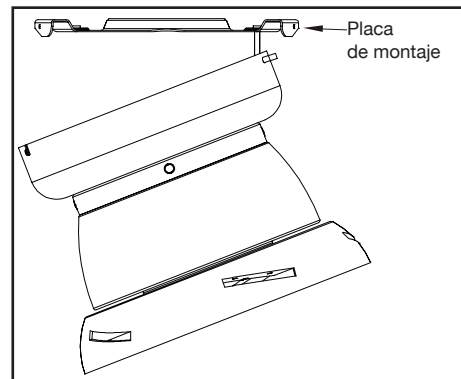

Figura 5
2. Con cuidado alza el conjunto motor-ventilador y engancha la ranura del soporte del motor en la parte superior del conjunto motor-ventilador con el gancho de la placa de montaje para que quede suspendido de forma segura. (Figura 5)